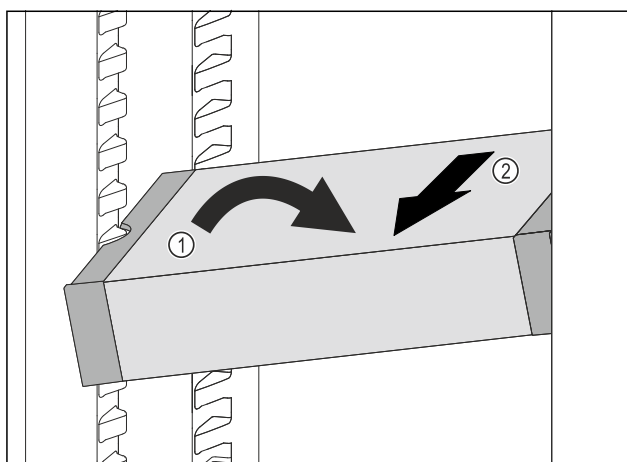

Fig. 57
- ▶ Incliner le VarioSafe dans la partie réfrigérateur. Fig. 57 (1)
- ▶ Sortir le tiroir VarioSafe par l'avant. Fig. 57 (2)